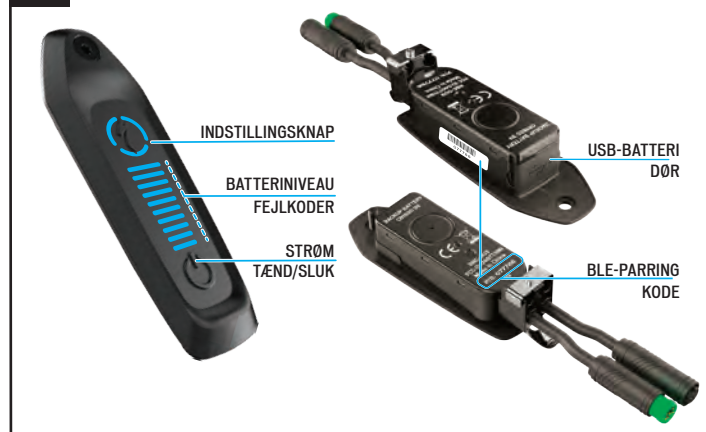
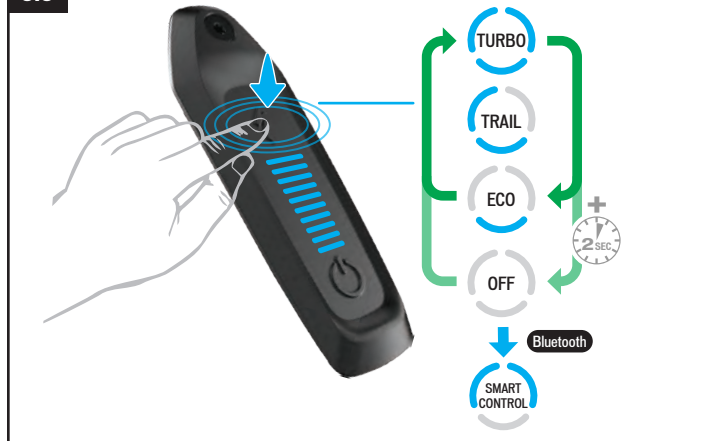

Fig. 8.1
Fig. 8.8
- Køreindstillingerne vises omkring S-knappen (indstilling) (fig. 8.1). Når du trykker på S-knappen, skiftes der mellem indstillingerne (fig. 8.8).